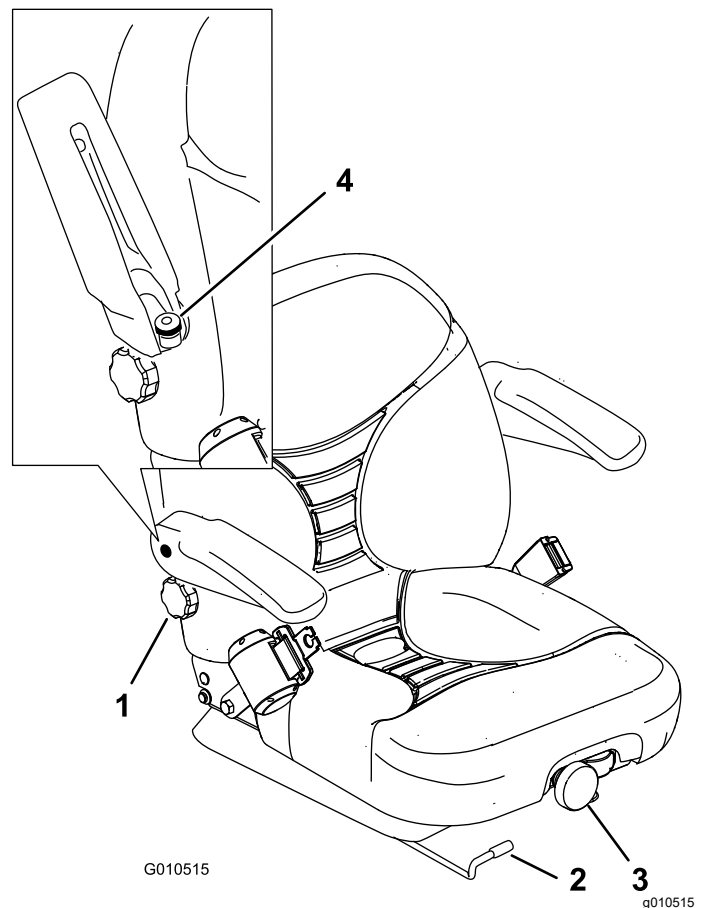

図 33
1. 調整は、レバーを横に動かしてシートのロックを解除して行う 図 33。
運転席の調整は、前部についているノブを回して最も乗り心地が良い位置にセットします 図 33。
背もたれの調整は、右側窓レストの下にあるノブを回して最も乗り心地が良い位置にセットします 図 33。
調整は、アームレストを上げ、ノブを回して行います 図 33。